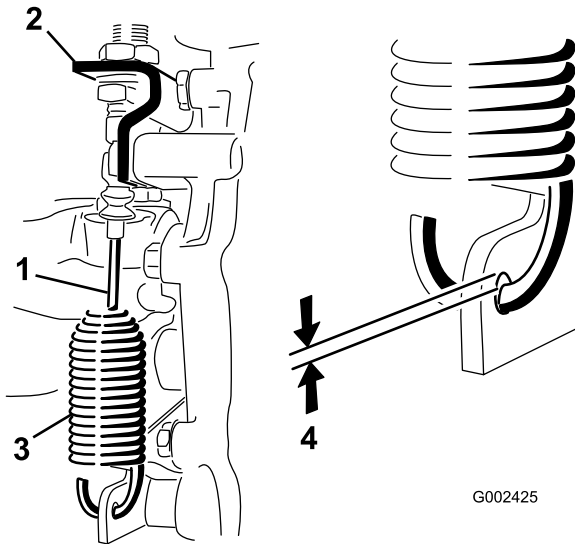

Figura 56
2. Alivie as porcas de segurança que fixam o cabo do bloqueio ao suporte na transmissão (Figura 56).